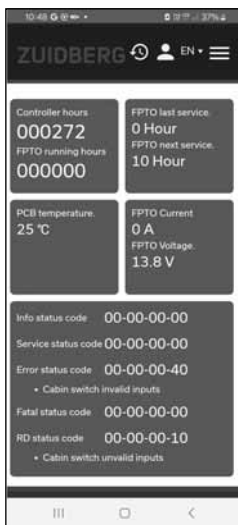

Bild 10
- Gå till instrumentpanelen (se bild 10).